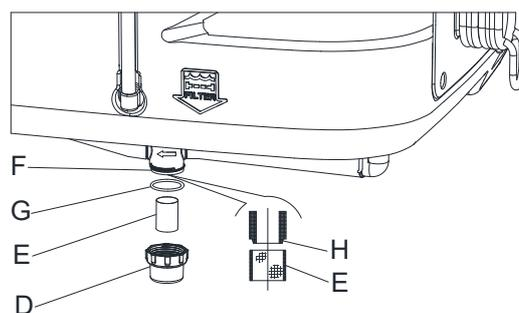

Рис. 14
4. Снимите крышку (D, Рис. 14), затем снимите сетчатый фильтр (E). Очистите их и установите их на опору (F).